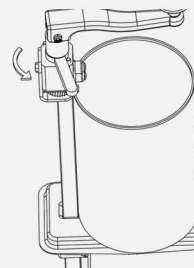

Рисунок 5
✓ Надавите на Боковую рукоятку (06) против часовой стрелки, требуется, чтоб боковая рукоятка полностью упиралась об Штифт (07), таким образом, между Лезвием (09) и Цилиндрической зубчатой передачей (15) образуется проем, который даст вам возможность правильно вставить банку (Рисунок 5).